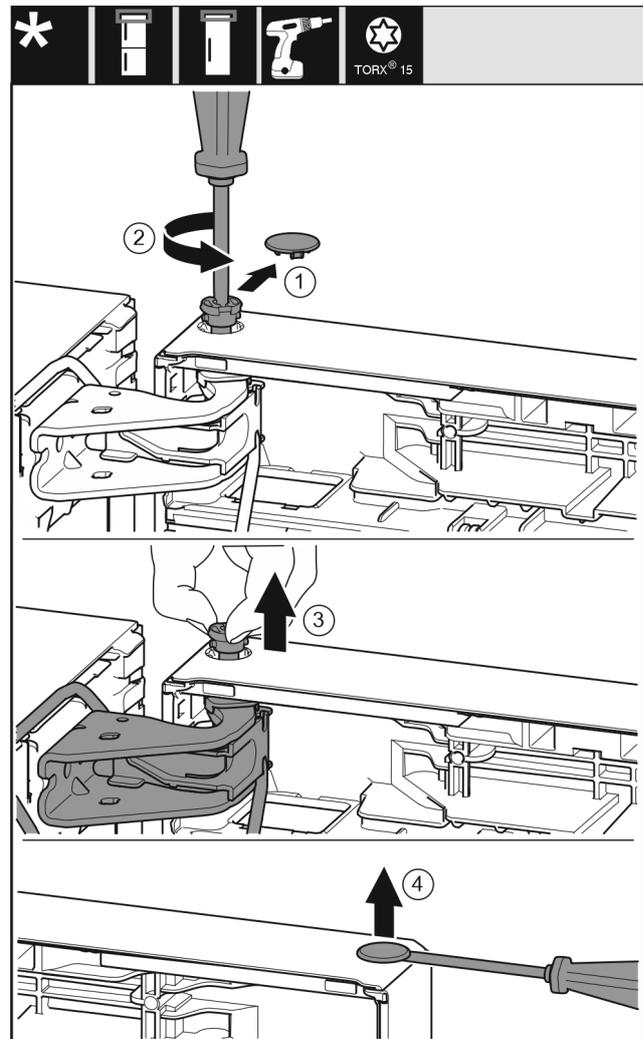

Fig. 22
- ▶ Sicherungsabdeckung vorsichtig abziehen. *Fig. 22 (1)*
- ▶ Bolzen mit Schraubendreher T15 ein Stück herausdrehen. *Fig. 22 (2)*
- ▶ Tür festhalten und Bolzen mit den Fingern herausziehen. *Fig. 22 (3)*
- ▶ Stopfen aus der Türlagerbuchse vorsichtig mit einem Schlitzschraubendreher anheben und herausziehen. *Fig. 22 (4)*